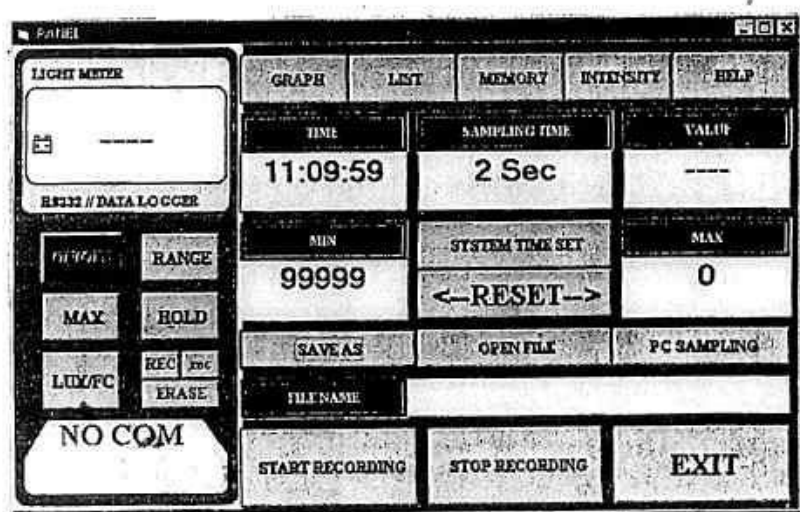

図7
(3) LIGHT METER Window Software Ver.1.0プログラムの起動と接続
①スタートサブメニューから「LIGHT METER」プログラムをポイントして下さい。プログラムが起動して「LIGHT METER」メインメニューとコントロールパネルが表示されます(図7)。
②照度計とPCとが接続されていない場合は、左下に「NO COM」と表示されます。